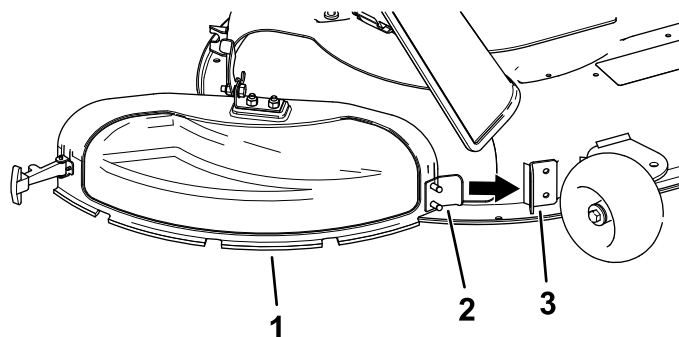

図 13
3. 排出口カバーについている金属製のタブを、デッキに溶接されているブラケットのスロットに取り付ける 図 13。